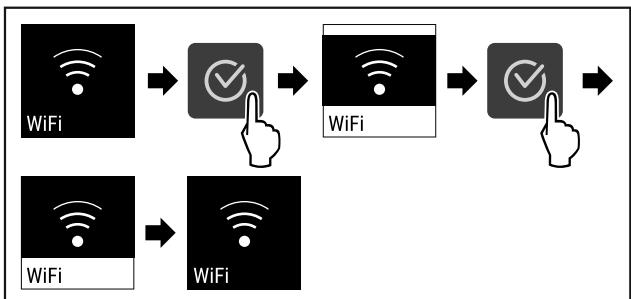

Fig. 87
- Провести етапи операцій (див. Fig. 87).